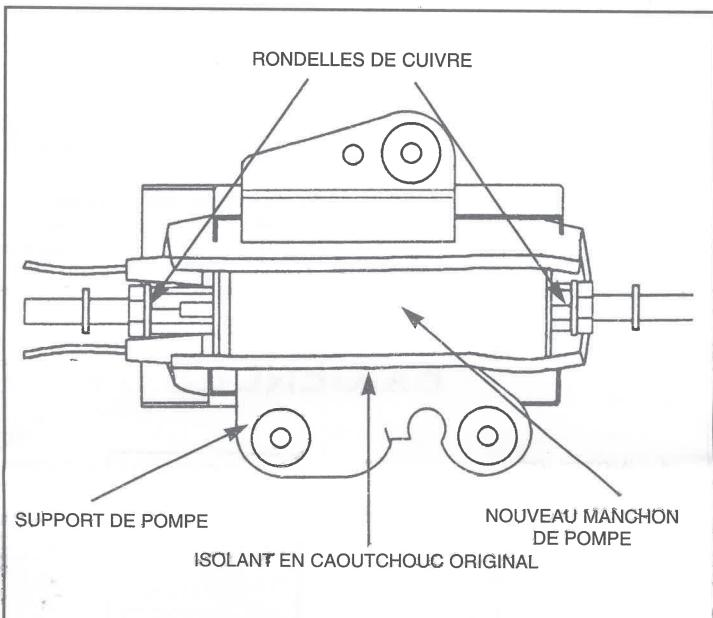

FIG. 1
A) Installer le nouveau manchon isolant en caoutchouc sur la nouvelle pompe (fig. 1).
B) Installer les raccords de conduite de carburant sur la nouvelle pompe à carburant avec les rondelles en cuivre entre la pompe et les raccords (fig. 1). Serrer à un couple de 200 lb. po.
F) Envelopper la pompe à carburant avec le manchon isolant original de la pompe (mis de côté pendant la procédure de dépose) et installer cet ensemble dans le support métallique de retenue de la pompe à carburant. S'assurer que l'entrée et la sortie de la pompe sont orientées correctement par rapport au support. (voir fig. 1).